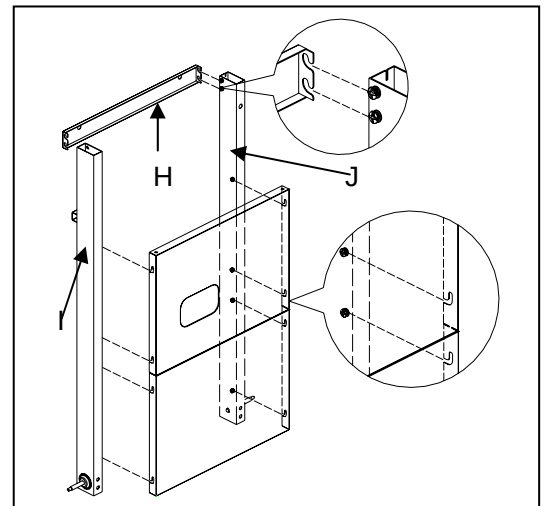

Fig. 4
- Afloje, pero no retire los tornillos que están preensamblados en el costado del panel inferior (B), alinee los agujeros de la pata frontal izquierda del carrito (F) y la pata trasera izquierda del carrito (G), luego coloque los tornillos que había aflojado en el panel inferior (B) en las patas del carrito, como se muestra en la Fig. 4.
- Apriete los tornillos desde el exterior hacia el interior. En la parte externa de la pata del carrito hay un agujero, como se muestra en la Fig. 4.
- Fije el perno del tanque (Q) en el panel inferior (B) Como se muestra en la Fig. 4.